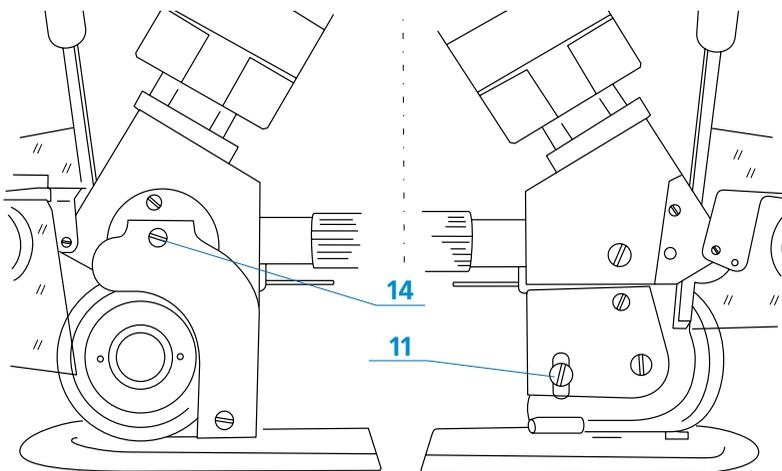

Рис. 5
Изменение радиуса ножа (износ, замена) требует регулирования положения стопы по отношению к ножу. Для этого нужно освободить (рис.5) два винта (11) и (14) затем поворотом эксцентрика установить расстояние " W " приподнимая, либо опуская стопу. После регулировки вновь установить освобожденные ранее винты.